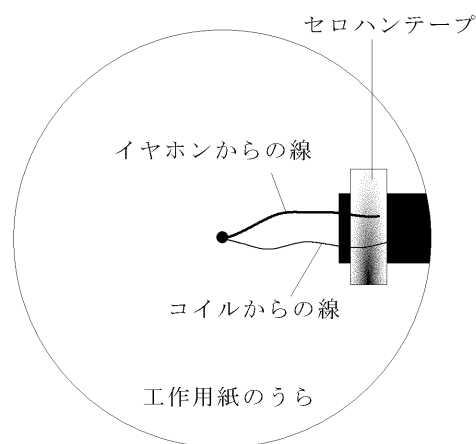

図10 裏面の配線図
(7) 穴から通した、コイルとイヤホンの線を工作用紙の裏面につけたアルミニウム端子の上に、セロハンテープで固定する（図10）。